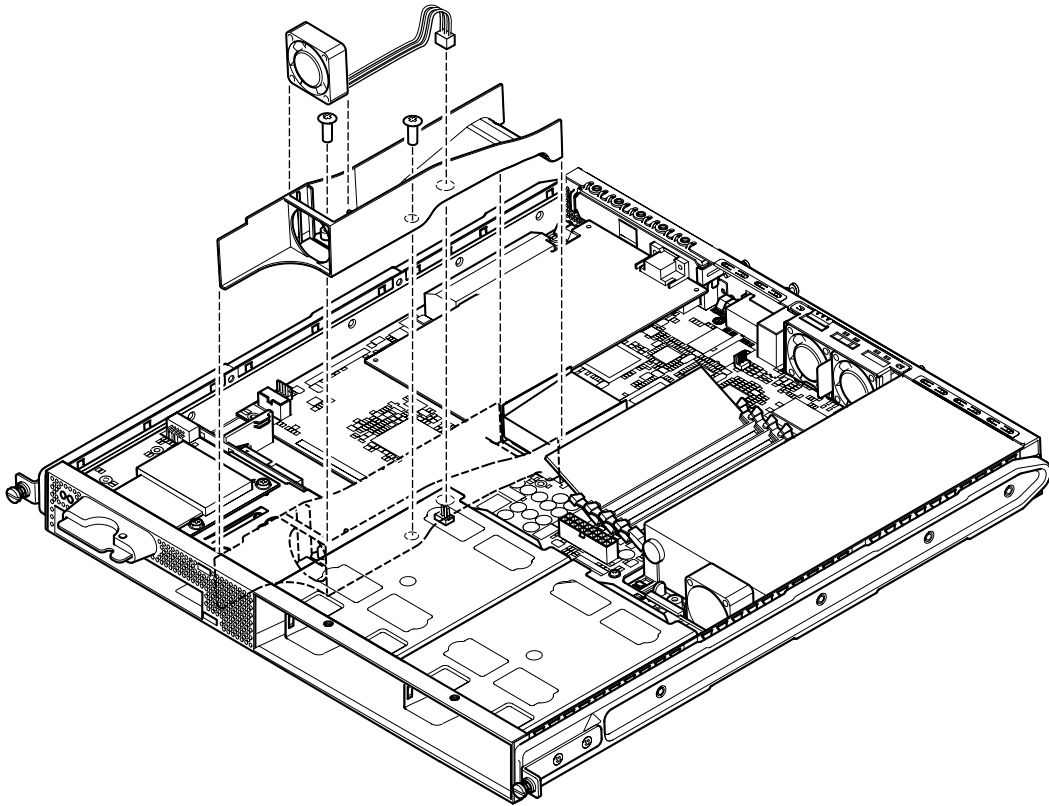

図 11-8 ファン 3 の部品の取り付け
10. ファン 3 の部品を元どおりに取り付けます。ダクトをシャーシに戻してねじを締め、ファンの電源ケーブルを新しいシステムボードのコネクタに接続します (図 11-8 を参照)。